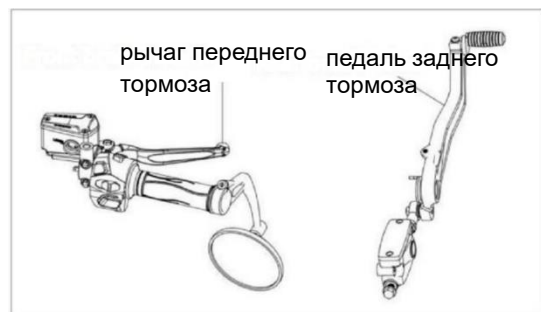

Рис. 15 Расположение органов торможения
5.4.2 Вождение на подъемах или в поворотах (Рис. 15)